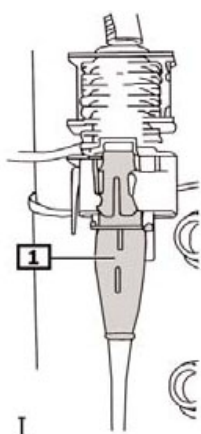

Fig. 2 :
3. **Fig. 2** Véhicules sans affichage de l'usure des plaquettes de frein : débrancher le connecteur (1).